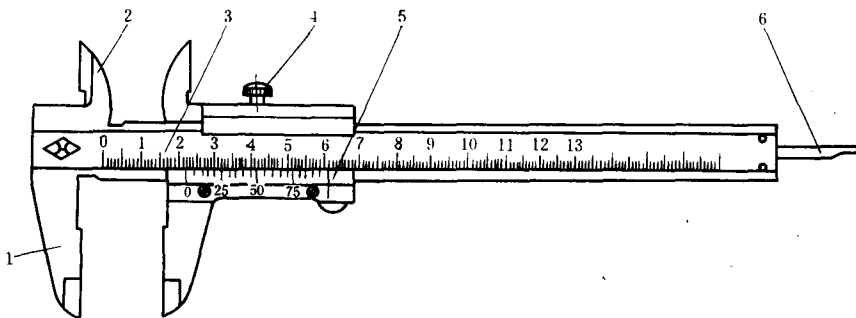

图 1-12 I 型游标卡尺
1) 游标卡尺的结构形式 常用的 I 型游标卡尺结构形式见图 1-12。